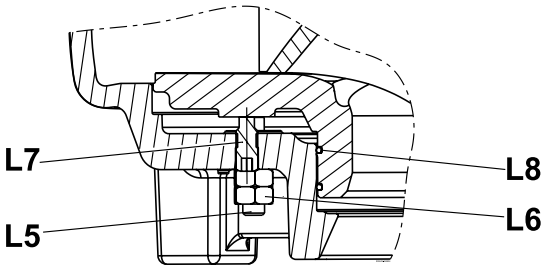

Fig. 1
- 3. - Dans le cas d'électropompe à roue monocanal, vérifier le jeu entre l'anneau d'usure (Pos. L4) et la collerette de la roue (Pos. L2); si le jeu est supérieur à 3 mm (différence entre le diamètre intérieur de l'anneau et le diamètre de l'ouïe de la roue) remplacer l'anneau et/ou la roue ou bien rétablir un jeu minimum de 0,5 mm (Voir fig. 1) en utilisant un anneau en acier spécifique d'au moins 3 mm monté sur la roue.